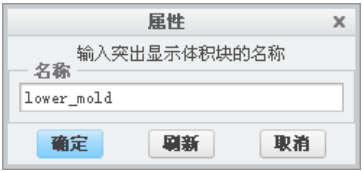
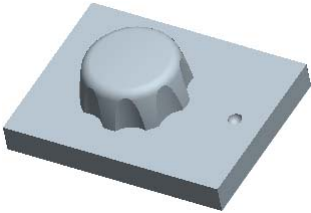

图 18.3.25 “属性”对话框（二）
图 18.3.26 着色后的体积块
Step7. 系统弹出图 18.3.25 所示的“属性”对话框，同时模型中的下半部分变亮（变青），在该对话框中单击 **着色** 按钮，着色后的模型如图 18.3.26 所示，然后在对话框中输入名称 lower_mold，单击 **确定** 按钮。